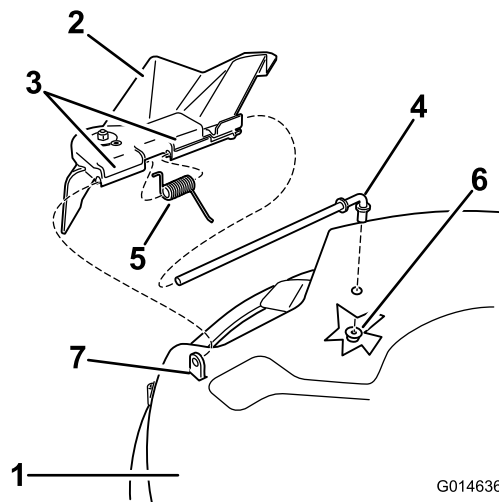

Figura 58
- Localize os itens apresentados em Figura 58.
- Remova a porta (3/8 polegadas) da barra debaixo do cortador (Figura 58).
3. Faça deslizar a barra para fora da parte saliente curta, da mola e do deflector de relva (Figura 58). Se o deflector de relva estiver danificado ou gasto, retire-o.
4. Substitua o deflector de relva (Figura 58).
6. Coloque a mola na barra, com a cablagem da extremidade para baixo, e entre os suportes do deflector de relva. Faça a barra deslizar pelo segundo suporte do deflector de relva (Figura 58).
7. Insira a barra na parte da frente do deflector de relva na parte saliente curta na plataforma. Fixe a extremidade traseira da barra ao cortador com uma porca (3/8 polegadas) (Figura 58).